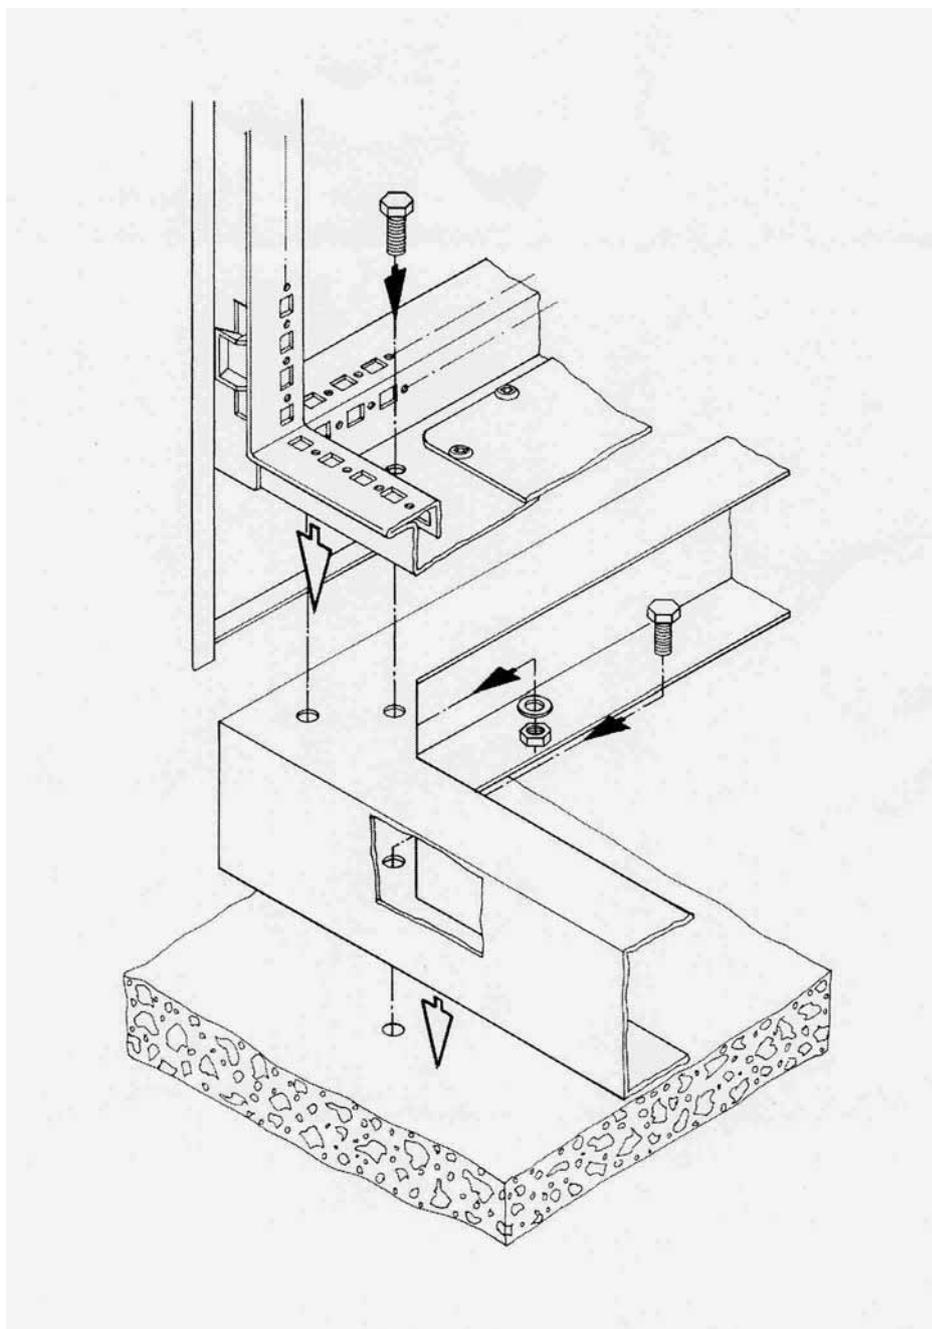

Рис.3: Открытие двери
- Открыть дверь корпуса (см. рис. 3)
3.2.1. Открыть дверь корпуса (см. рис. 3)
- Открыть дверь корпуса (см. рис. 3: открывание двери)
- Открыть двери (см. рис. 3)
- Открыть дверь (см. рис. 3)